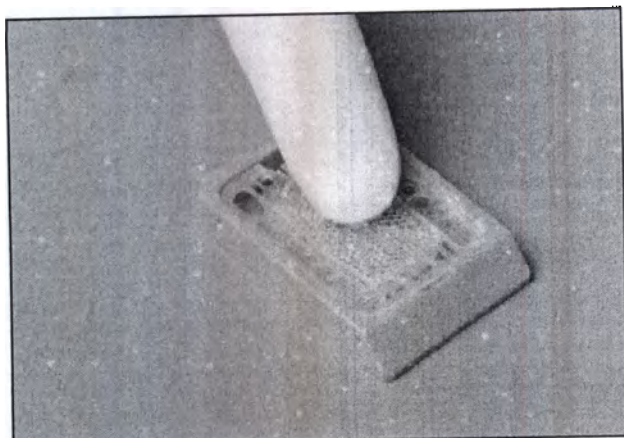

Рисунок 6W
1. Приведите крышку вперед для покрытия ткани и слегка нажмите вниз на переднюю часть центра одним пальцем или пинцетом. (Рис. 6W и 6X)